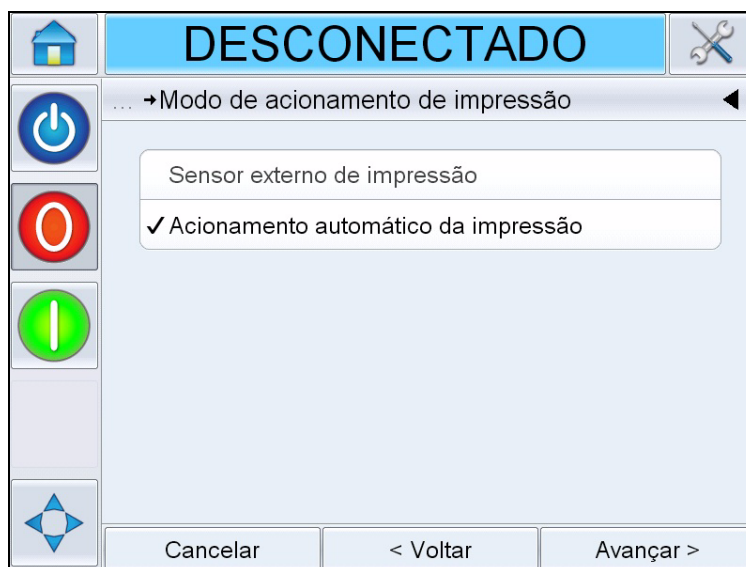

Figura 5-13: Modo de acionamento de impressão
- 3 Toque em *Avançar* para configurar a direção na qual o produto passará o cabeçote de impressão (consulte a Figura 5-13).
- 4 Toque em *Avançar* para configurar o modo de ativamento de impressão (consulte Figura 5-13 na página 5-11).